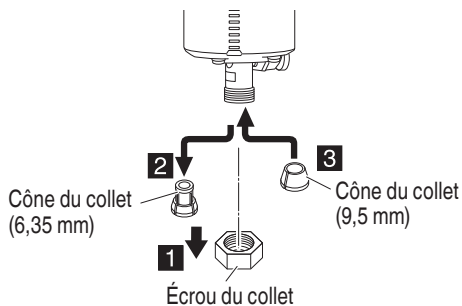

Fig. 11
- (1) En fixant l'arbre, retirer l'écrou du collet et remplacer le cône du collet.
- (2) Fixer l'écrou, insérer le foret et serrer l'écrou. (Fig. 11)